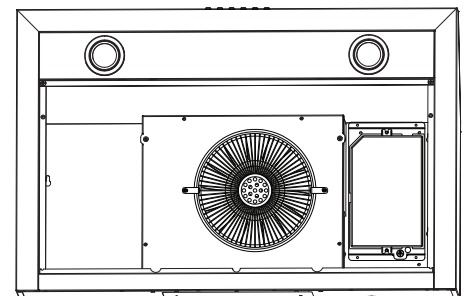

Figure 6
- **AVERTISSEMENT : TOUS LES CONNECTEURS DOIVENT ÊTRE EN FERMÉS DANS LA BOÎTE DU CIRCUIT IMPRIMÉ (voir figure 6).**